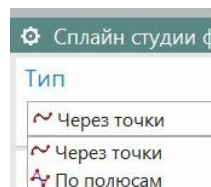
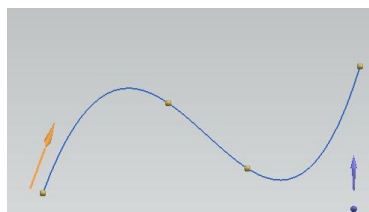

рис.60
рис.61
- В поле *Тип* диалогового окна вы можете выбрать – каким образом собираетесь строить кривую: *по точкам* или *по полюсам* (рис.60). Оба способа построения представлены на рис.61, 62. Инженеры чаще используют способ «*По точкам*».